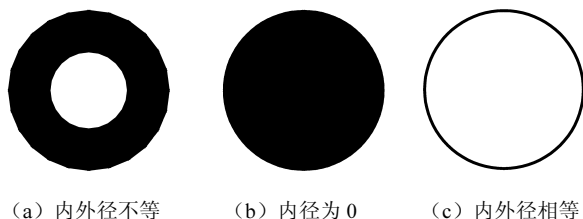
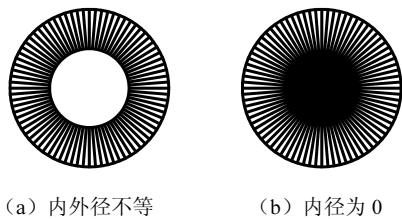

图 5-1 填充的圆环
图 5-2 不填充的圆环
(1) 圆环是否填充,可用 FILL 命令或系统变量 FILLMODE 加以控制。当值为 1 时,圆环被填充,如图 5-1 所示;当值为 0 时,圆环不被填充,如图 5-2 所示。
(2) 如果指定的内径为 0,则绘制实心圆,如图 5-1 (b) 和图 5-2 (b) 所示。
(3) 如果输入的外径值小于内径值, 系统会自动将内外径值互换。
(4) 圆环的内外径可以相等, 此时的圆环如同一圆, 如图 5-1 (c) 所示, 但实际上是零宽度的多段线。因为, 圆环是由两个等宽度的半圆弧多段线构成。